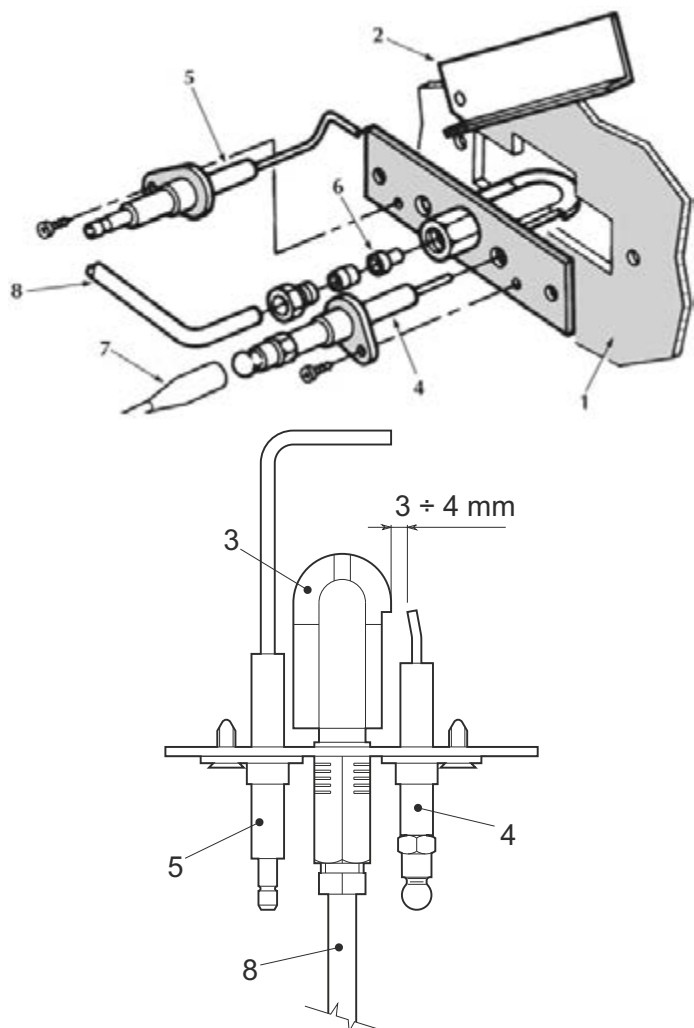

fig. 21 - Quemador piloto
- Los electrodos deben estar libres de incrustaciones y bien colocados (véase fig. 21).